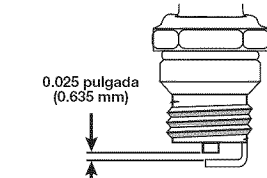

Fig. 21
4. Reemplace la bujía si está rajada, corroída o sucia. Ajuste el espacio de la bujía a 0,025 pulgada (0,635 mm) con la ayuda de un calibrador de hoja (Fig. 21).